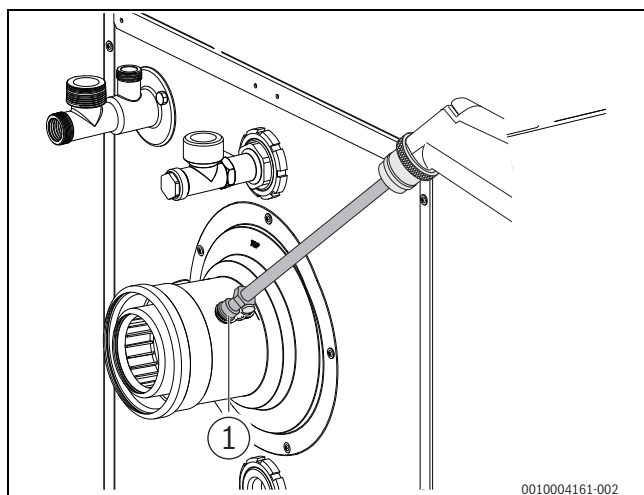

Bild 57 Messwerte aufnehmen
- Messfühler durch die Messöffnung (→ Bild 57, Seite 31) im Abgasrohr in den Kernstrom halten und CO₂/O₂-Gehalt kontrollieren.